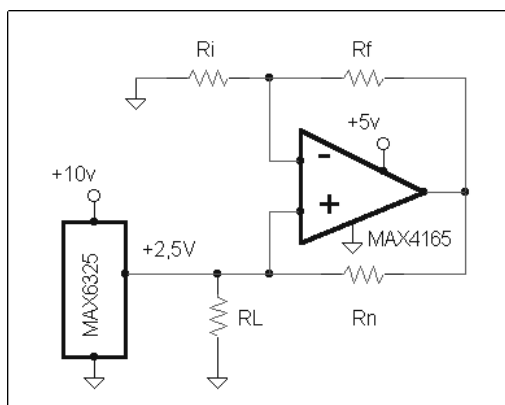

Figura 5
6.- En el circuit de la figura 5 la referència de tensió MAX6325 proporciona 2,5 V i és utilitzada per a alimentar certa càrrega R_L de 47 Ω . L'amplificador operacional MAX4165 pot considerar-se ideal. Suposant els valors $R_f = 3,0$ k Ω , $R_n = 30$ Ω i $R_i = 4,7$ k Ω obteniu el corrent que està lliurant o absorbint la referència de tensió en els casos: a) resistències perfectes (sense tolerància), b) resistències amb tolerància $\alpha = 1\%$ (en el pitjor cas). Nota : Per a investigar l'efecte del desajustament de les resistències suposem que $\frac{R_i}{R_f} = \frac{R_L}{R_n} \cdot (1 - \epsilon)$.